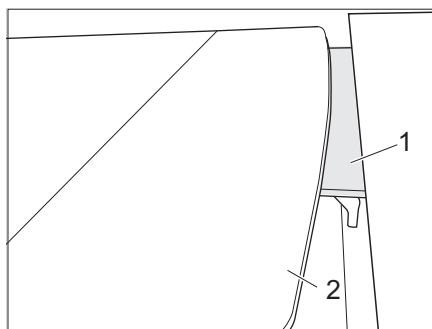

Fig. 112 Abbassamento del tavolo
- Ruotare il piano del tavolo (Fig. 112,2) verso il basso sul bordo di appoggio (Fig. 112,1).